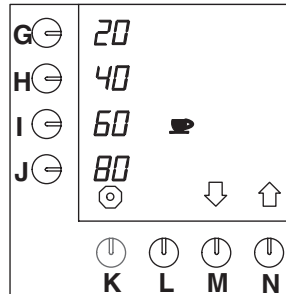

Fig. 35 Justering af de forprogrammerede valgknapper til kopper
- Tryk på valgknappen (N.)↑, indtil fig. 35 vises i displayet.